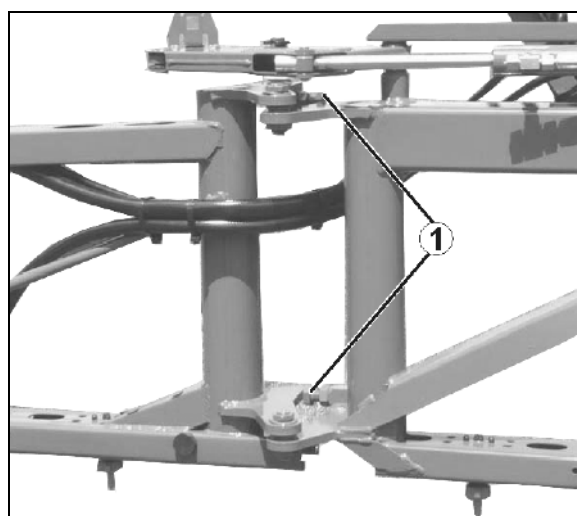

Fig. 188
1. Allentare il controdado del bullone di regolazione (Fig. 188/1) lösen.